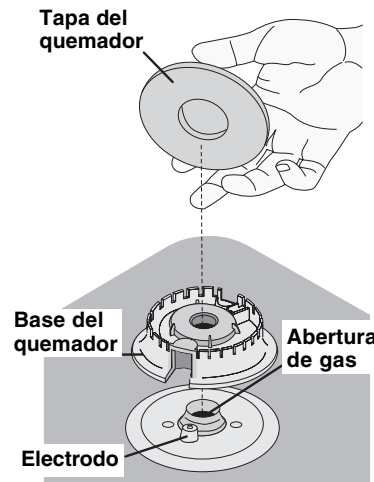

Figura 11
Esta estufa esta equipada con quemadores sellados como se muestra más abajo (Figura 11).
6. Deslice la cocina hacia su lugar asegurándose que la pata de centro trasera está completamente segura con el soporte anti-inclinación (figura 11). Baje la cocina ajustando las 4 patas de nivelación hasta que la plancha de cocinar está apoyada en el mostrador. Refiere a la "Nivelación de la cocina" a la página 6.